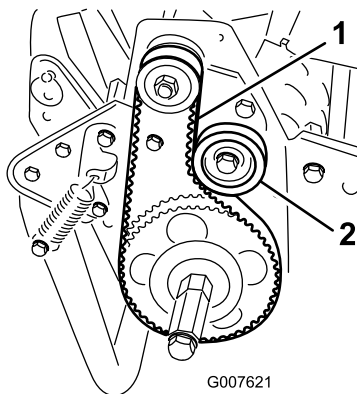

Bild 38
2. Prüfen Sie die Spannung. Bringen Sie hierfür eine Kraft von 18-22 N in der Mitte des Riemens zwischen den Riemenscheiben (Bild 38) an.
- A. Lösen Sie die Befestigungsmutter der Spannscheibe und drehen Sie die Spannscheibe nach rechts gegen die Rückseite des Riemens, bis Sie die gewünschte Riemenspannung erzielt haben (Bild 38).